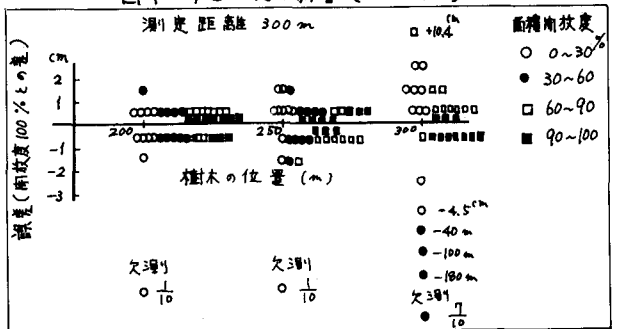

図5 樹木の影響 (SDM3)
③ 樹木の影響
図5はSDM3につき樹木の影響を調べたものであるが、測定距離を300mにとり、樹木の位置を本体より200m, 250m, 300mに変化させて行った。なお面積開放度の算出は本体よりレフレクターを視準し、レフレクターをさしきる樹木の割合を、日本林業技術協会の樹冠疎密度板を参考にした。実験時における気象条件は晴で気温約22℃、風はなかったが、時折、軽風により木の葉が揺れた。これによると次のような結果が得られた。④風により木の葉が揺れると測定値が大きく変化し欠測値も多くなる。⑤面積開放度が0~30%のように小さくとも木の葉が揺れなければ機械の精度内の値が得られたが、この場合、少しの風の影響も大きい。⑥木の葉は少しの風によってもかなり揺れるので測定時には伐採した方がよい。特に視準した時には光路内に入っていない場合でも、風に揺られて入ってくる場合があるので、注意が必要である。